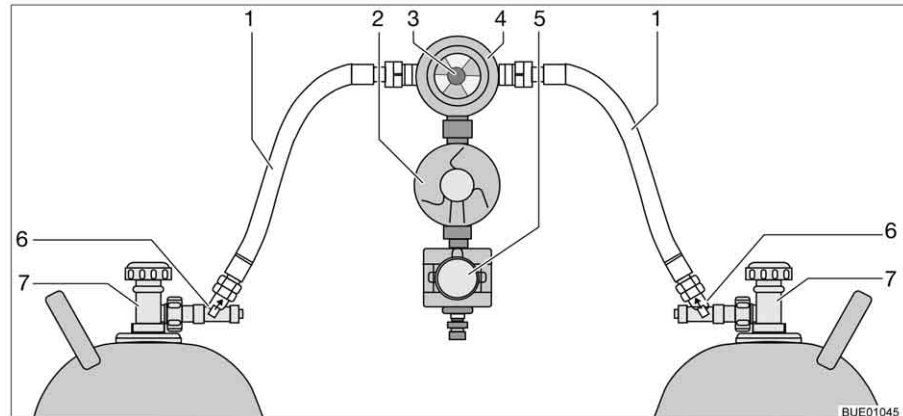

Bild 125 Crash-Protection-Unit-omkopplingsenhet
Crash-Protection-Unit består av två genomflödesbegränsare med manuell frigöring (Bild 125,6), en omkopplingsventil (Bild 125,4) med tryckregulator (Bild 125,2), en elventil (Bild 125,5) och kontrollenheten med trefärgad lysdiod. Omkopplingsventilen är monterad mellan de båda gaslangarna (Bild 125,1).
Med vredet (Bild 125,3) på omkopplingsventilen ställer du in vilken gasflaska som ska användas som driftflaska och vilken som ska användas som reservflaska.
Med kontrollenheten (Bild 126) kan endast de elektriska funktionerna styras. Gasflaskornas huvudavstängningsventiler (Bild 125,7) och frigöringarna (Bild 125,6) måste öppnas för hand.
- Öppna huvudavstängningsventilerna på gasflaskorna (Bild 125,7).
- Tryck in frigöringarna (Bild 125,6) i tio sekunder efter varandra.
- Med vredet (Bild 125,3) på omkopplingsventilen (Bild 125,4) väljs gasflaskan, som ska prioriteras (driftflaska).
- Stäng huvudavstängningsventilerna på gasflaskorna (Bild 125,7).